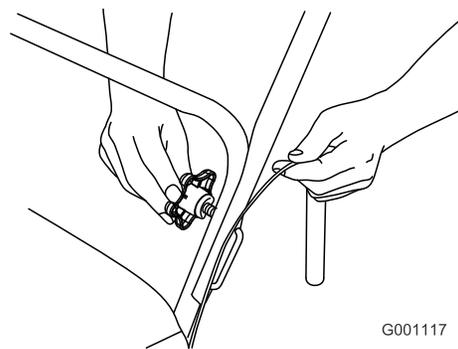

Figure 5
4. Introduisez complètement les boulons du guidon (Figure 5).
**Important:** Vérifiez que le câble de commande n'est pas coincé (Figure 5).